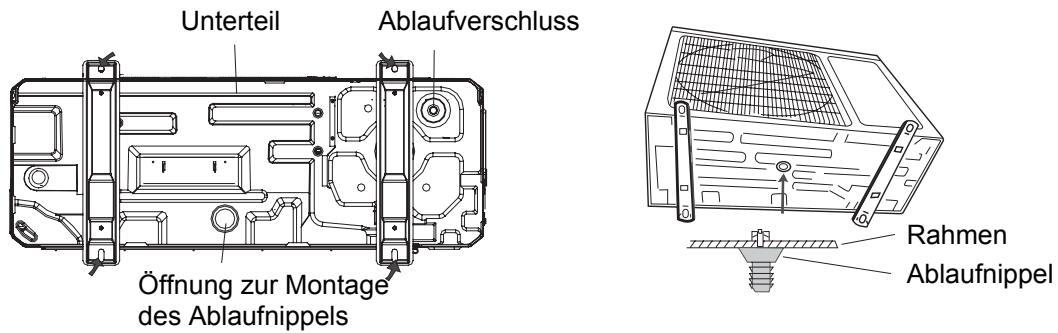

Abb. 12
1. An der Außeneinheit ist ein Ablaufrohr zur Beseitigung des Kondensates, das während des Heizbetriebs entsteht, zu installieren, siehe Abb. 12. (Nur bei Geräten mit Wärmepumpe.)